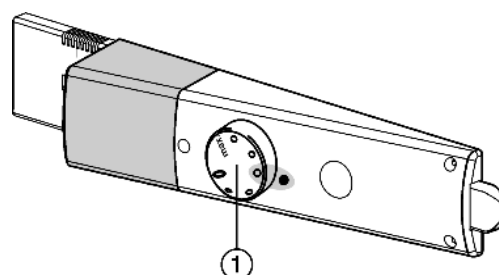

Fig. 2
- Tourner le régulateur de température *Fig. 2 (1)* vers la droite de la position 0 au point 3.
- Tourner le régulateur de température Fig. 2 (1).